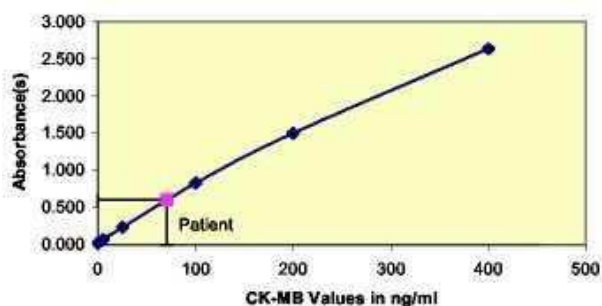

Рисунок 1.
4. Чтобы определить концентрацию СК-МВ в неизвестных образцах, найдите среднее абсорбции в дублях для каждого неизвестного образца на вертикальной оси графика, отметьте точку пересечения на кривой и определите концентрацию (в нг/мл) по горизонтальной оси графика (как указано, значения в дублях неизвестных образцов могут быть усреднены). На следующем примере: средняя абсорбция (0,136 ОП) пересекает кривую доза-ответа на концентрации СК-МВ 12,4 нг/мл (см. Рис. 1).
Замечание: Данные, представленные в примере 1 и на рис.1 приведены только для иллюстрации и **не должны** использоваться для построения калибровочной кривой.